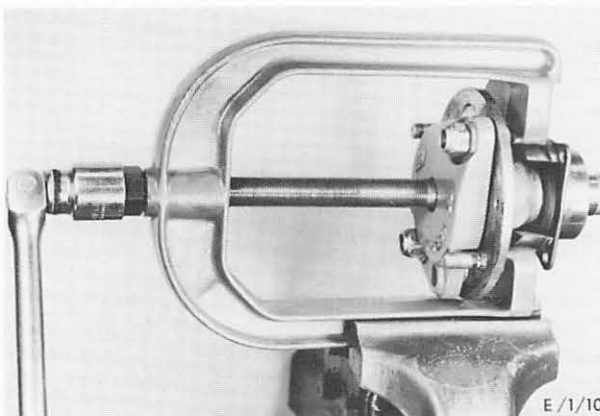

Abb. 110 Kugellager von der Welle abdrücken
5. Werkzeug G1-1225 in den Schraubstock spannen. Ausbauring G2-1225-A1 mit Hinterachswelle in das Werkzeug montieren und Kugellager abdrücken, dabei die Spindel des Werkzeuges entgegen dem Uhrzeigersinn drehen, Abb. 110. Bei Benutzung der Grundplatte 370, Zusatzstück 15-004 verwenden.